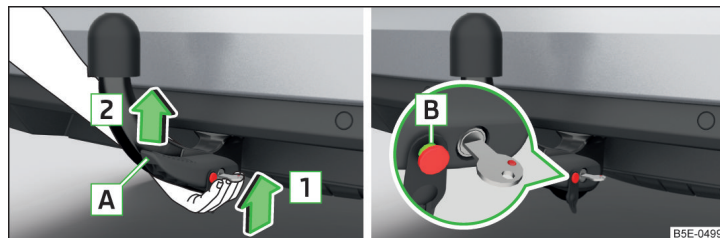

Fig. 182 Introducerea tijei cuplei sferice / bolț de eliberare în poziție desfășurată
- Prindeți tija cuplei **de jos** » fig. 182 și introduceți-o în locașul de fixare în sensul săgeții **1** până când se fixează cu zgomot » **!**.